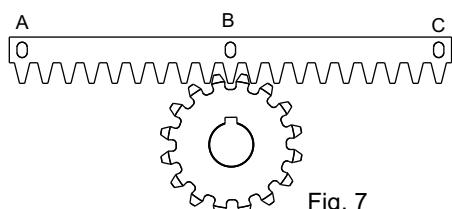
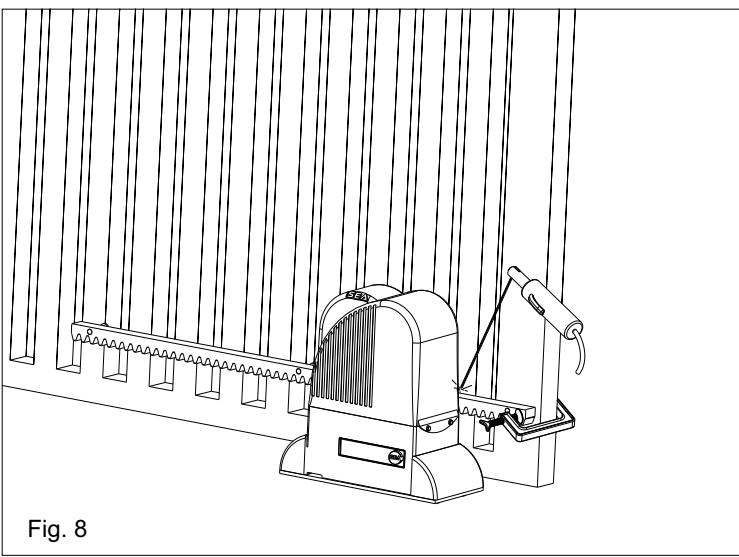

Fig. 7
Fig. 8
**5.3.** Apoyar el elemento de cremallera al piñon dentado del motoreductor en modo que resulte paralela la guia a nivel del suelo de la cancela y posicionandolo como en Fig. 7 y puntar con electrosoldadura la lengüeta central B a la estructura de la cancela (Fig. 8).